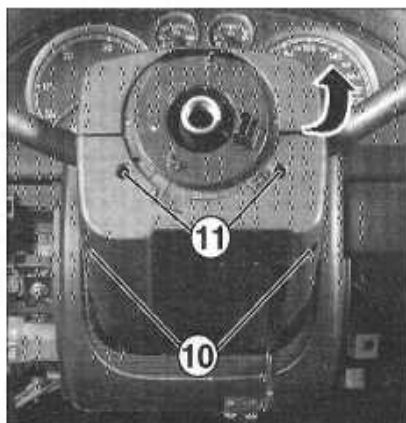

FIGURE 9-4
- les 2 vis de fixation (10) de la demi-coquille supérieure du volant (figure 9-4).
- les 2 vis (11) et ôter le cache colonne de direction (figure 9-4).